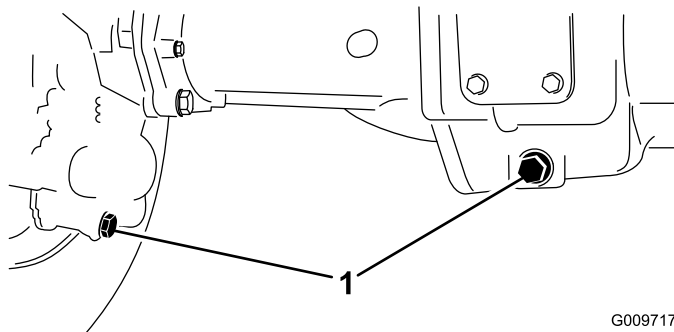

Figure 94
2. Nettoyez la surface autour des 3 bouchons de vidange, 1 à chaque extrémité et 1 au centre (Figure 94).